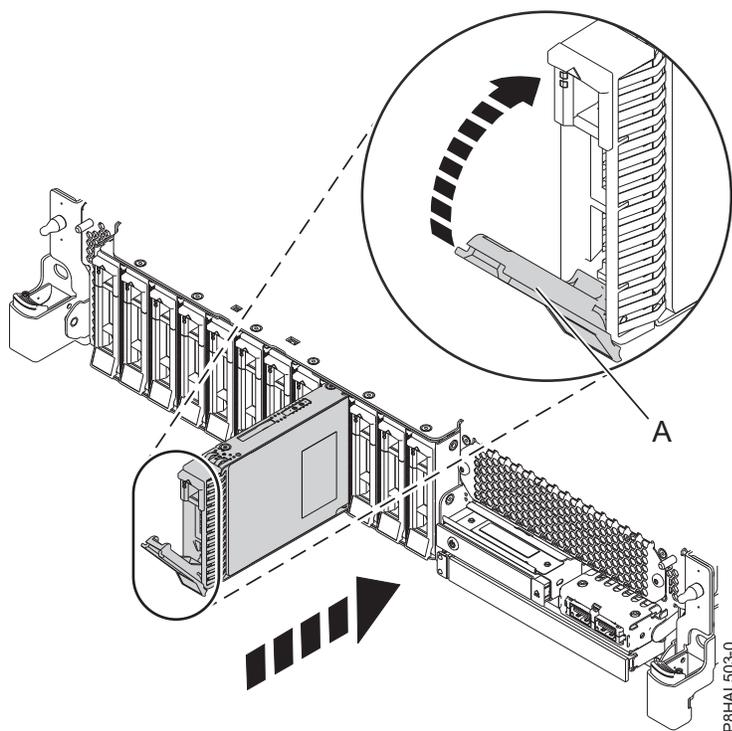
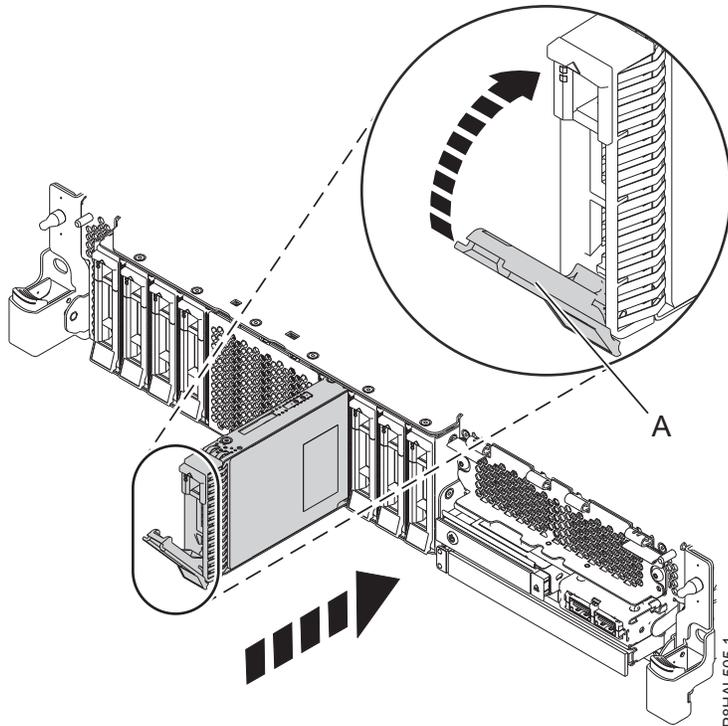

Figura 54. Substituir uma unidade de disco num sistema de função base
Figura 55. Substituir uma unidade de disco num sistema de função expandida
3. Desbloqueie a pega do compartimento de unidade (A) apertando-a e puxando-a para fora. Se a pega não estiver completamente fora, a unidade não deslizará para dentro do sistema. Consulte a Figura 54 na página 59 e a Figura 55 na página 60.
7. Quando o LED identificador permanece ligado, deslize a unidade completamente para o sistema e empurre a pega de transporte da unidade (A) até bloquear, como é apresentado na imagem que se segue. Figura 54 e a Figura 55 na página 60.